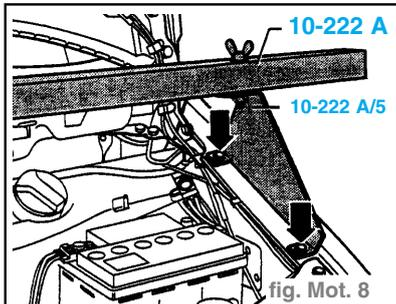

fig. Mot. 8
- Visser les pieds **10-222 A/5** à l'aide des boulons de carrosserie -flèches-. (fig. Mot. 8)
- Mettre en place le dispositif de maintien **10-222A** avec les pieds **10-222 A/5**. (fig. Mot. 8)